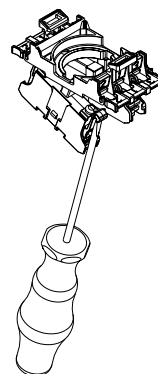

Fig. 10a
- 3a: Smontare gli elementi di contatto (vedere Fig. 10a)